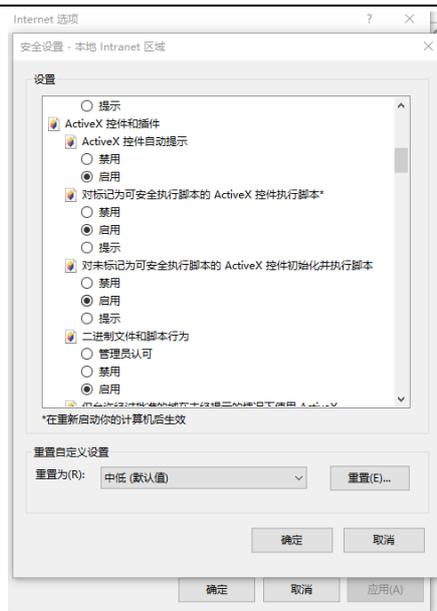

图3-31 启用 ActiveX 控件
- 5) 如图 3-31 所示，设置启用对未标记为可安全执行脚本的 ActiveX 控件初始化并执行脚本。